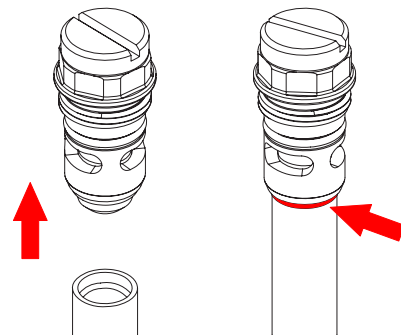

Рис. 16 Демонтаж трубки с монтажной муфты
3. См. Рис. 16. Вытянуть прежнюю трубку псевдооживления из монтажной муфты, а затем посадить новую трубку до красного уплотнительного кольца.